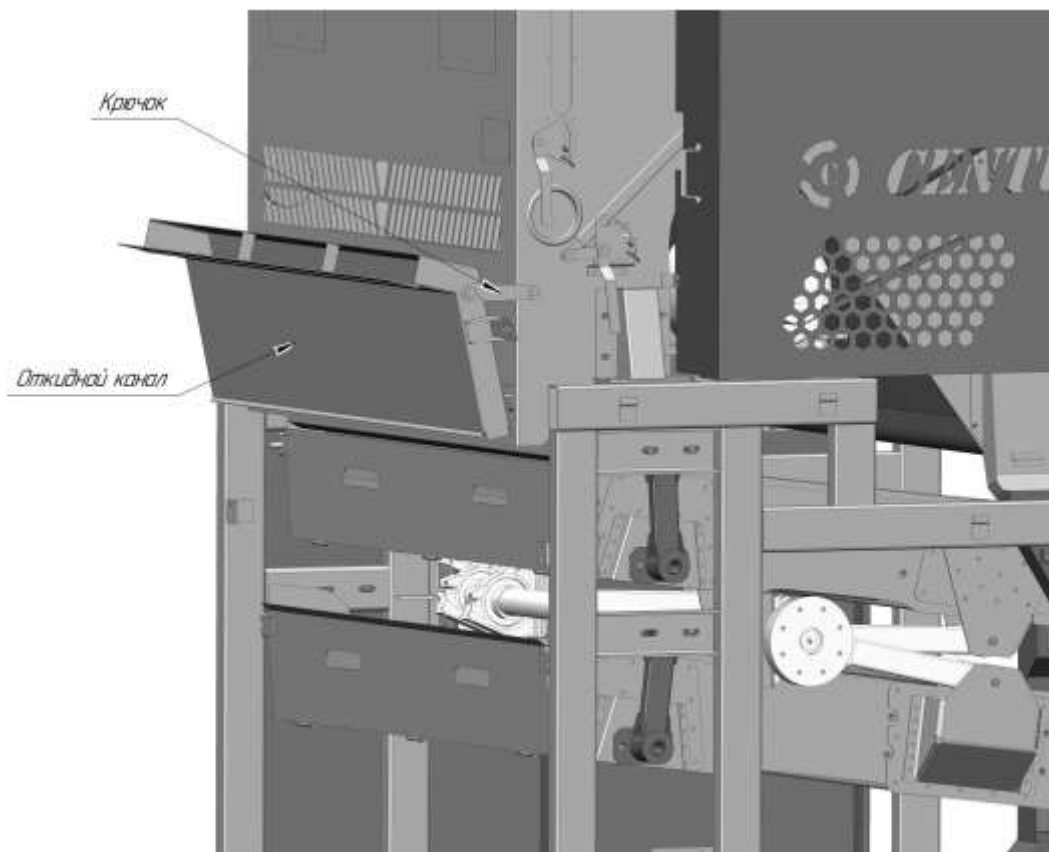

Рис. 2
2. Открутить крепеж откидного канала, поднять его и зафиксировать крючками с обеих сторон в открытом положении. (Рис. 2)